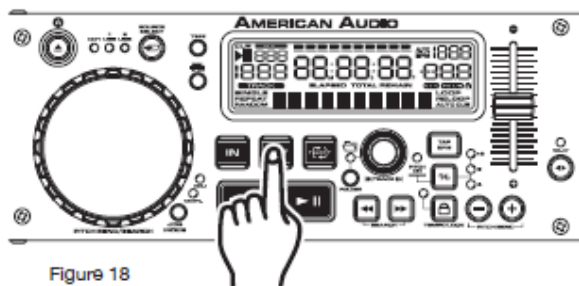

Figure 18
4) Appuyez sur le bouton RELOOP (11) afin de réactiver la boucle. Appuyez sur le bouton OUT (11) pour désactiver la boucle.
Appuyez sur le bouton OUT (11) à nouveau une fois que vous avez atteint le nouveau point de terminaison (Figure 18).
- **POUR UNE BOUCLE PLUS COURTE** : Appuyez sur le bouton OUT (11) à un endroit antérieur de la piste. (Figure 18).
- **POUR UNE BOUCLE PLUS LONGUE** : Appuyez sur le bouton OUT (11) à un endroit postérieur de la piste. (Figure 18).